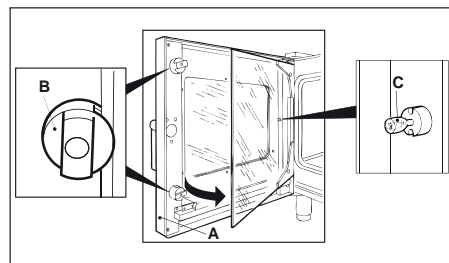

fig. 9
- 1) Abrir la puerta del horno (A - fig. 9)
- 2) Girar las abrazaderas de plástico (B - fig. 9) de bloqueo del vidrio interior y abrirlo como libro.
- 3) Sustituya la lámpara (C - fig. 9)